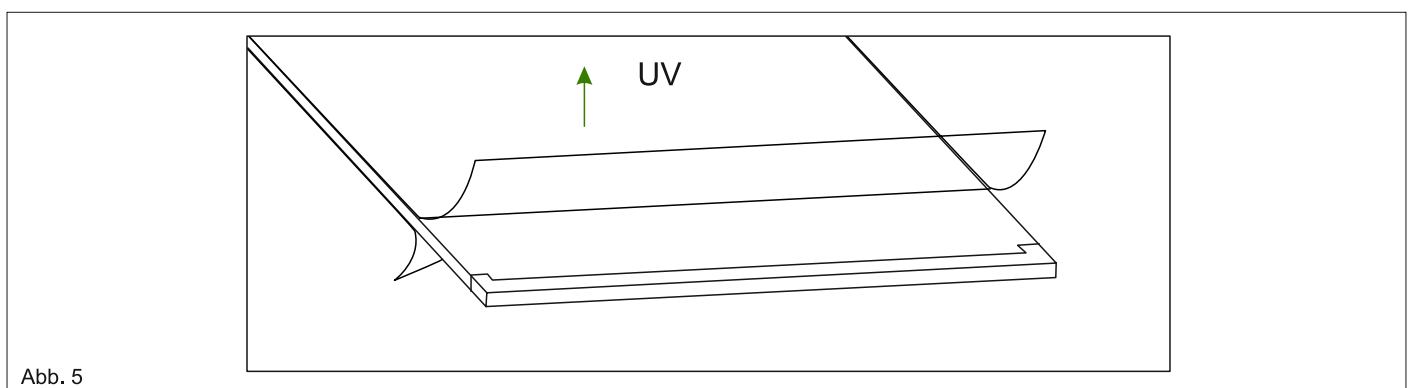

Abb. 5
2. Die von uns gelieferten Polycarbonatplatten sind auf der UV-Seite mit der Michfolie überzogen. Diese Seite ist die Außenseite. Innenseite ist mit der durchsichtigen Folie geschützt. Zur Vorbereitung, befreien Sie die Polycarbonatplatten an den jeweiligen Enden auf beiden Seiten, circa 10 cm , von der Schutzfolie. Ziehen Sie die Schutzfolie noch nicht komplett ab. Siehe Abb. 5.